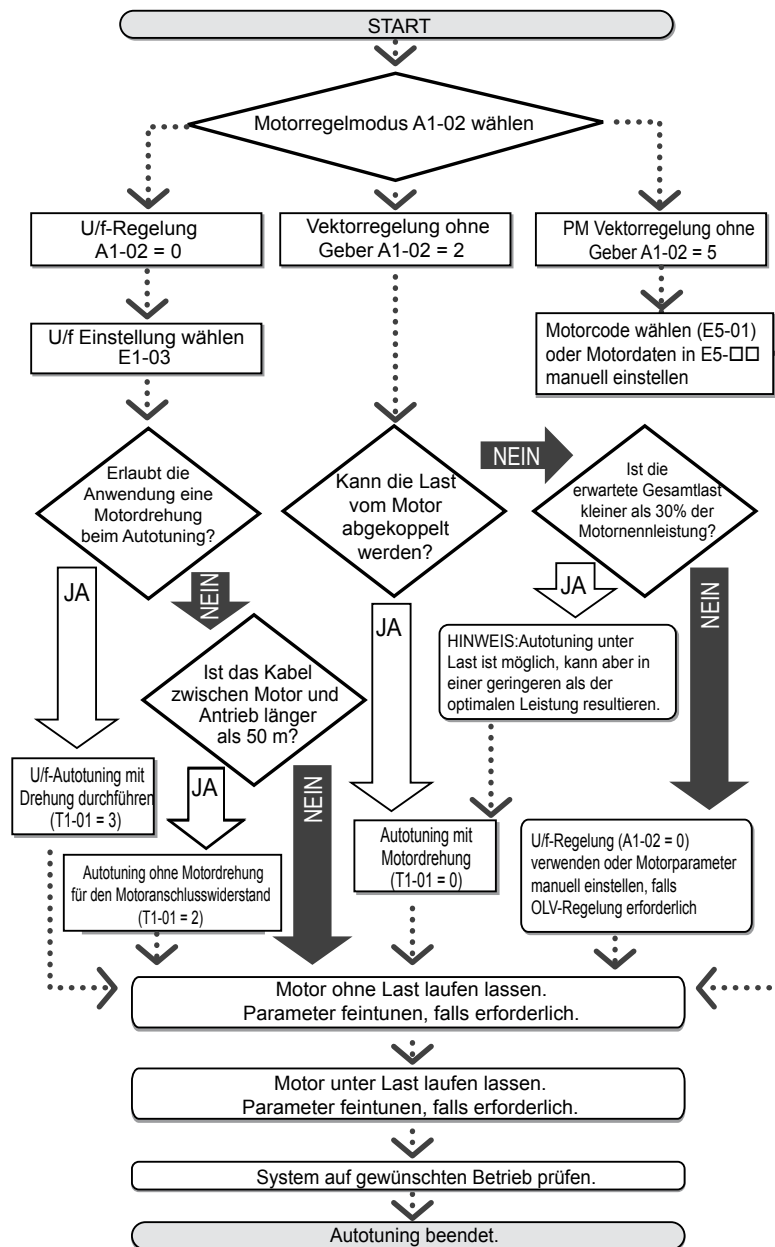

Abb. 4.14 Auswahl Autotuning
2. Ermitteln Sie, welche Art des Autotuning den Anwendungsanforderungen am besten entspricht *Abb. 4.14.*